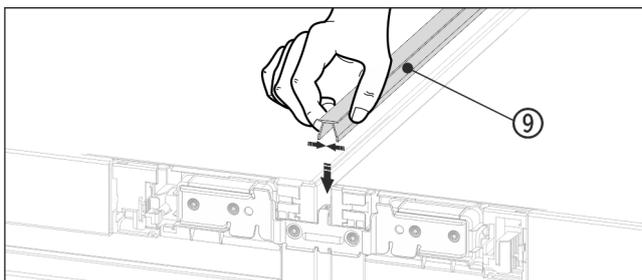

Fig. 20
- ▶ 在表面，将短护板条 Fig. 20 (9) 压入水平缝隙中。